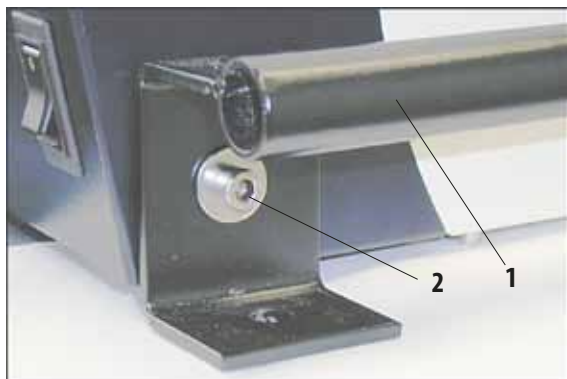

Рис. 5
- Для того подъема прибора используйте рукоятки для переноски (1, Рис. 5).